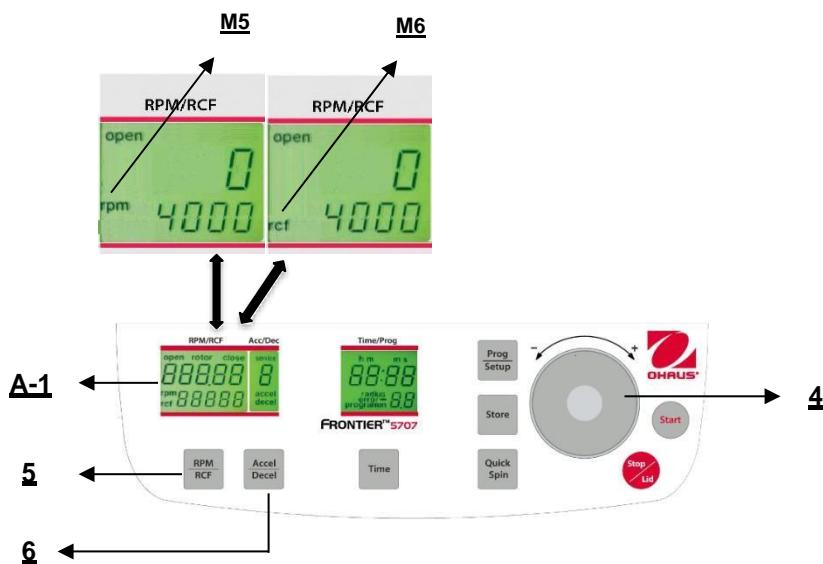

Figura. 16
Questa preselezione è attivata mediante il tasto "**RPM/RCF**" (5) (fare riferimento alla figura 16 qui di seguito). Premendo una volta il tasto, la parola "**rpm**" (M5) lampeggia. Premendo due volte il tasto, è possibile selezionare la preselezione delle forze centrifughe. Poi compare la parola "**rcf**" (M6) lampeggiante. È possibile impostare i valori desiderati mediante la quadrante di regolazione (4). Nel display (A-1), il valore regolato è visualizzato in permanenza, prima, durante e dopo il funzionamento.